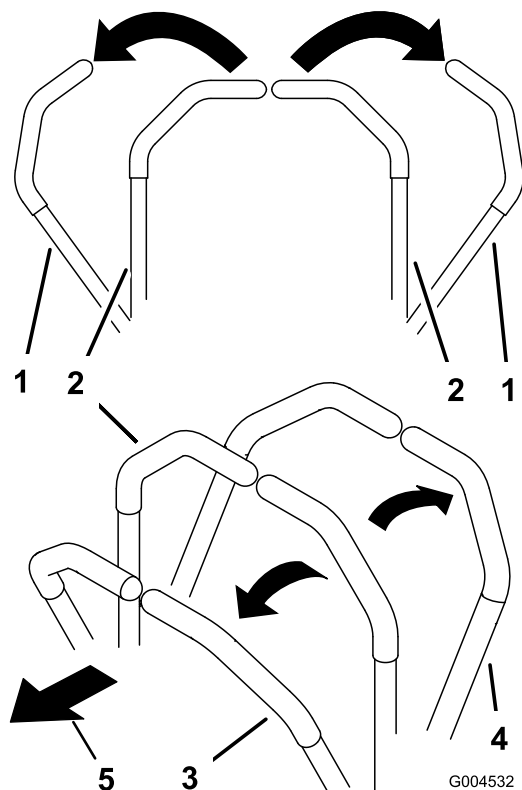

Figure 17
1. Mettez les leviers de commande de déplacement (Figure 17) en position de verrouillage au point mort.
- Pour vous déplacer en ligne droite en marche avant, poussez doucement les leviers de commande de déplacement vers l'avant (Figure 17).
- Pour vous déplacer en en ligne droite en marche arrière, tirez doucement les leviers en arrière (Figure 17).
- Pour tourner, ralentissez la machine en tirant les deux leviers en arrière puis poussez en avant le levier du côté opposé à celui que vous voulez prendre (Figure 17).